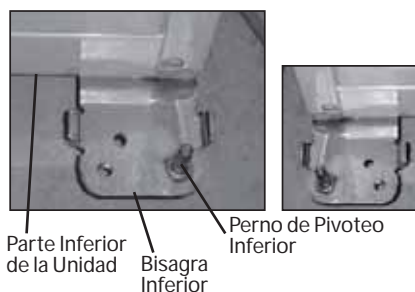
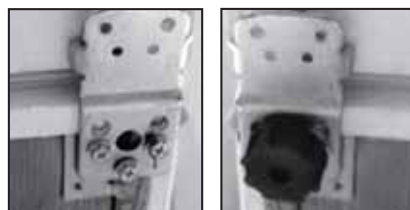

Fig. 6
Fig. 7
1. Retire el perno de la bisagra inferior, girando el mismo en dirección contraria de las agujas del reloj. Coloque el perno en el agujero opuesto y ajuste el mismo. (Lea la Fig. 6 y la Fig. 7).